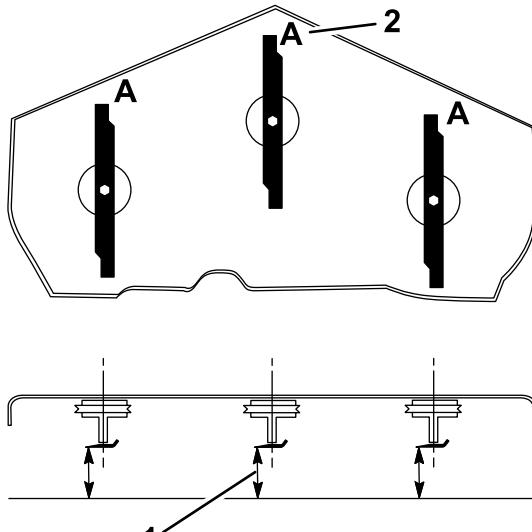

Figura 74
3. Girate le lame fino a disporle in parallelo con la lunghezza della macchina (Figura 74). Misurate da un piano orizzontale fino al tagliente delle lame, posizione A, (Figura 74). Prendete nota di questa misura.